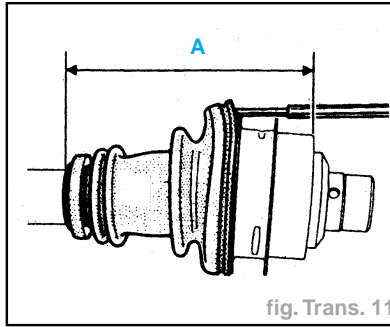

fig. Trans. 11
- Allonger ou raccourcir le joint jusqu'à l'obtention de la cote $A = 153,5 \pm 1$ mm (cote prise entre l'extrémité du soufflet et la face usinée du plus grand diamètre de la tulipe) (fig. Trans. 11).